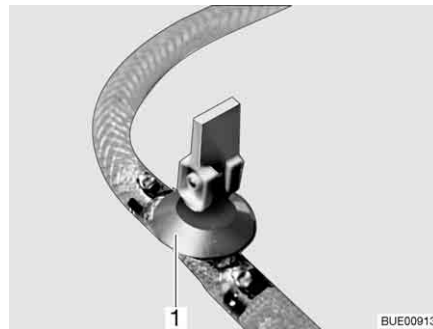

Bild 183 Ablasshahn
- Ablasshahn/Ablasshähne schließen. Dazu den Kipphebel (Bild 183,1) waagrecht stellen.
- Ablasshahn/Ablasshähne (Bild 183) öffnen. Dazu den Kipphebel (Bild 183,1) senkrecht stellen. Der Boiler wird nach außen entleert.